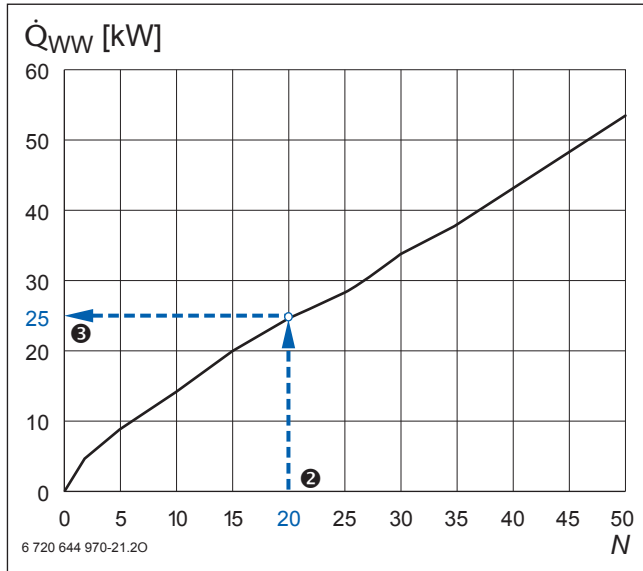

Bild 23 Kesselzuschlag für die Warmwasserbereitung nach der Bedarfskennzahl  $N$ ; Beispiel blau hervorgehoben
3. Die Kesselleistung  $\dot{Q}_K$  muss mindestens so groß sein wie die Summe aus dem Wärmebedarf des Gebäudes  $\dot{Q}_{N, Geb}$  und einem Kesselzuschlag  $\dot{Q}_{WW}$  für die Warmwasserbereitung. Als Schätzwert wird die Größe der Bedarfskennzahl  $N$  als Kesselzuschlag (in kW) angenommen. Ein Berechnungswert für die Höhe des Kesselzuschlags  $\dot{Q}_{WW}$  ergibt sich aus Bild 23.
- Gebäudewärmebedarf rund 75 kW ①
- Ermittelte Bedarfskennzahl  $N = 20$  ②
**AbleSEN (→ Bild 23)**
③ Kesselzuschlag  $\dot{Q}_{WW} = 25$  kW
Im Bereich 20 ... 30 Wohnungen überwiegt der Leistungsbedarf für den Speicher, der Heizkessel ist also größer auszulegen. Ob die Vergrößerung ausreicht, ist aus Bild 23 abzulesen.
- Differenz bilden und diese mit Bild 23 vergleichen.